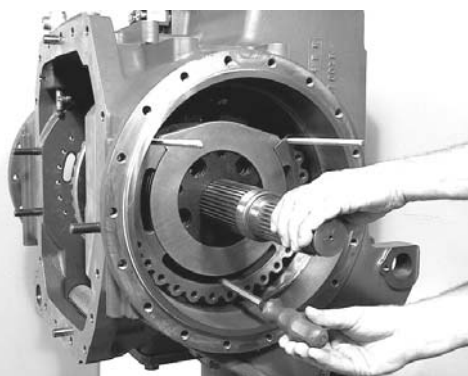

Figure 69
**Si l'arbre latéral ne tourne pas, les disques ont été mal assemblés (figure 69) !**